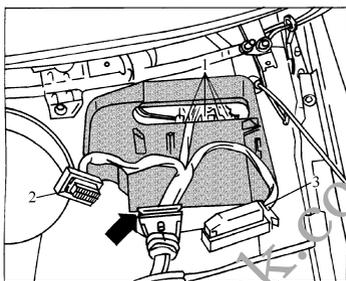

图 2-19 拔下发动机控制单元插头
45) 取下发动机控制单元,松开插头 2 和 3 并将其拔下(图 2-19)。
46) 拔下插头 1(图 2-19)。
47) 拆下图 2-19 箭头所指线束,并将其置于一旁。
49) 拆下图 2-19 所示箭头线束,并将其置于一旁。